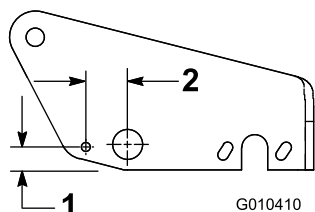
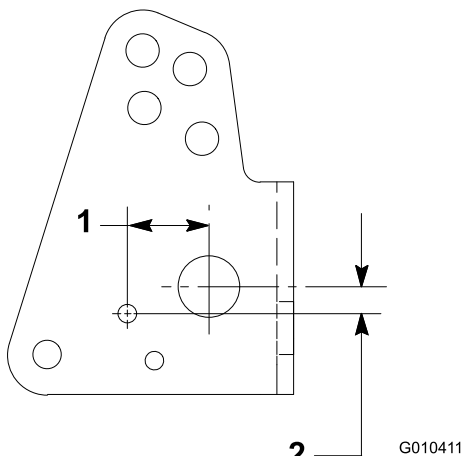

Figura 9
Figura 10
- A. Utilice las dimensiones indicadas en Figura 9 para el **Greensmaster 3100** y en Figura 10 para el **Greensmaster 3050** para marcar el bastidor.